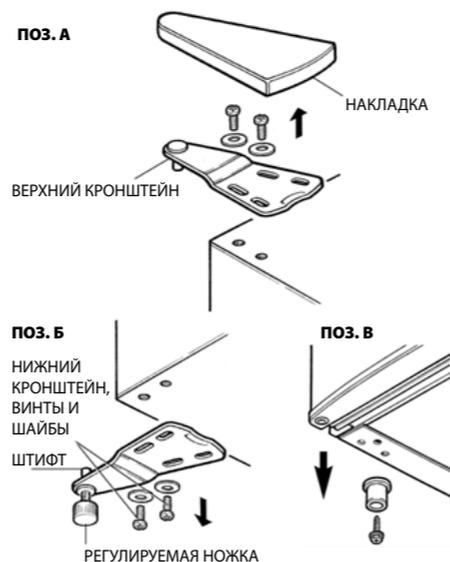

Рис. 2
1. Снимите пластмассовую накладку верхнего кронштейна (см. Рис. 2, Поз. А).
4. Отвинтите нижние винты и снимите нижний кронштейн (см. Рис. 2, Поз. Б).
5. Снимите опору с правой стороны (см. Рис. 2, Поз. В) и установите её на левую сторону.